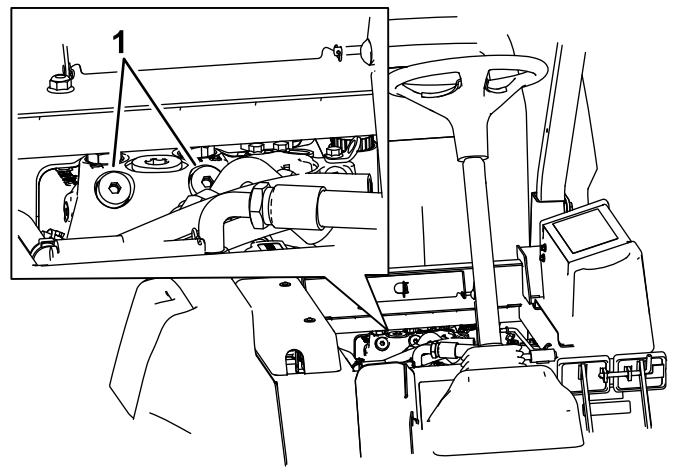

Bild 39
1. Klappen Sie den Sitz hoch und ermitteln Sie die Sicherheitsventile, die sich unter der Vorderseite des Kraftstofftanks befinden (Bild 39).